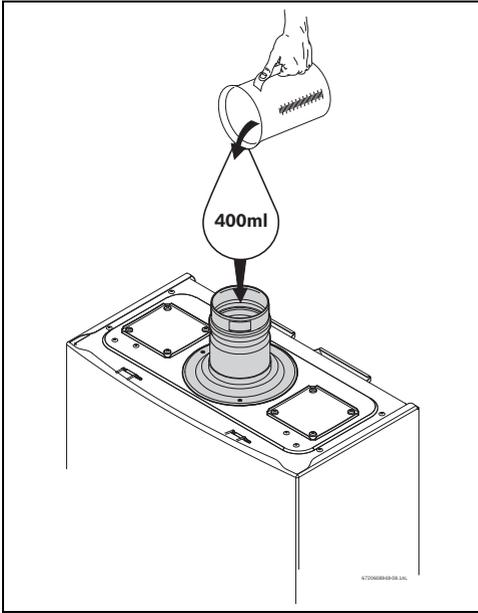

Fig. 27 Llenado del depósito de agua en el primer arranque
- ▶ Llenar el depósito de agua condensada con aproximadamente 400 ml. de agua, a través del accesorio de evacuación del aparato, consultar (Fig. 27).